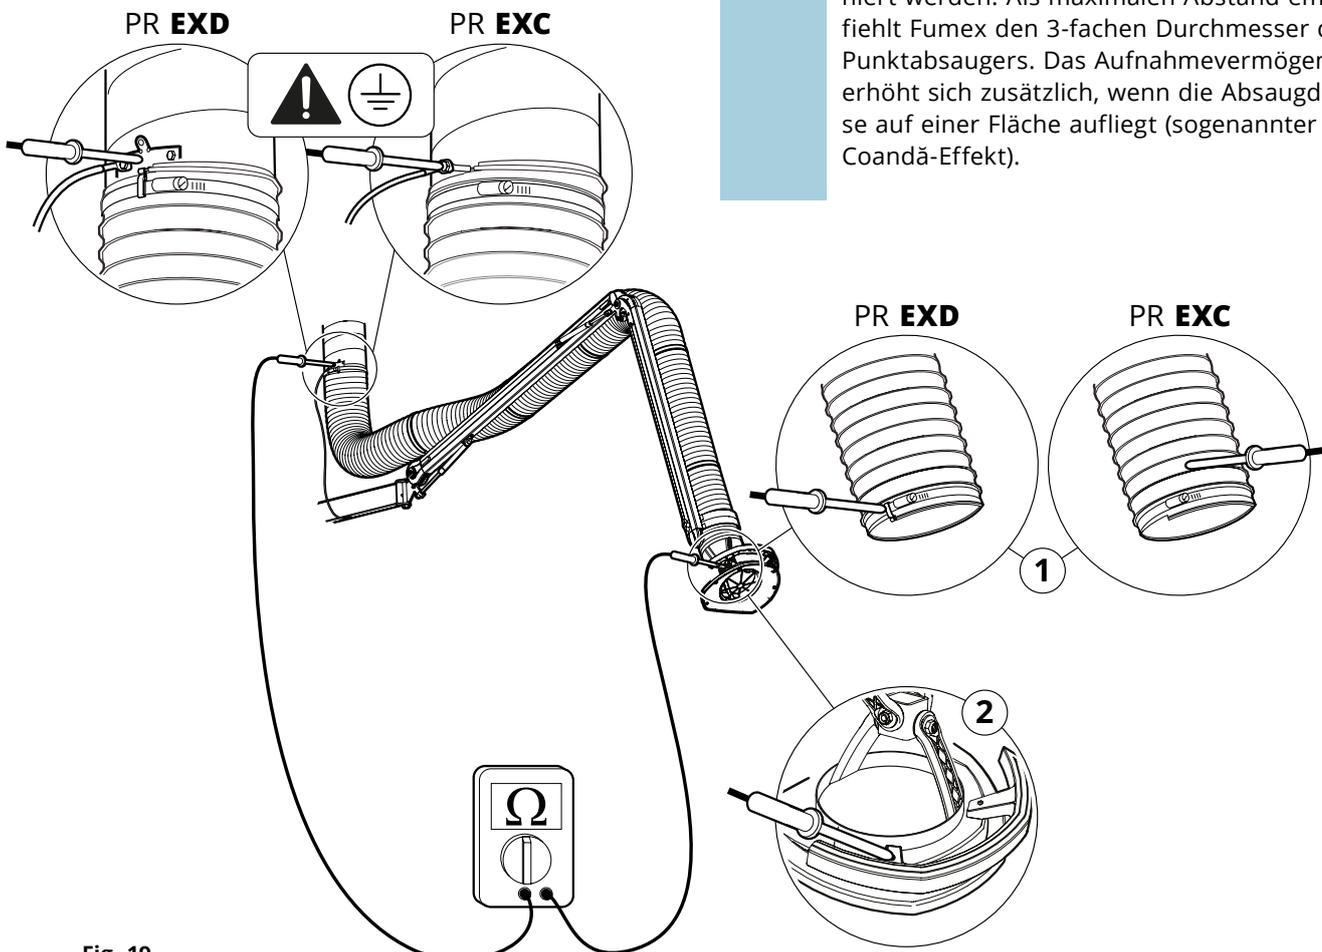

Fig. 19
3. Den Widerstand des Schlauchs mit einem kalibrierten Ohmmeter messen, siehe 1, **Fig. 19**. Der Widerstand zwischen den Messpunkten (Erdungsebene/Schlauchende) muss kleiner als 1 MΩ sein.
4. Den Widerstand des Absaugarms mit einem kalibrierten Ohmmeter messen, siehe 2, **Fig. 19**. Der Widerstand zwischen den Messpunkten (Erdungsebene/Haube) muss kleiner als 1 MΩ sein.